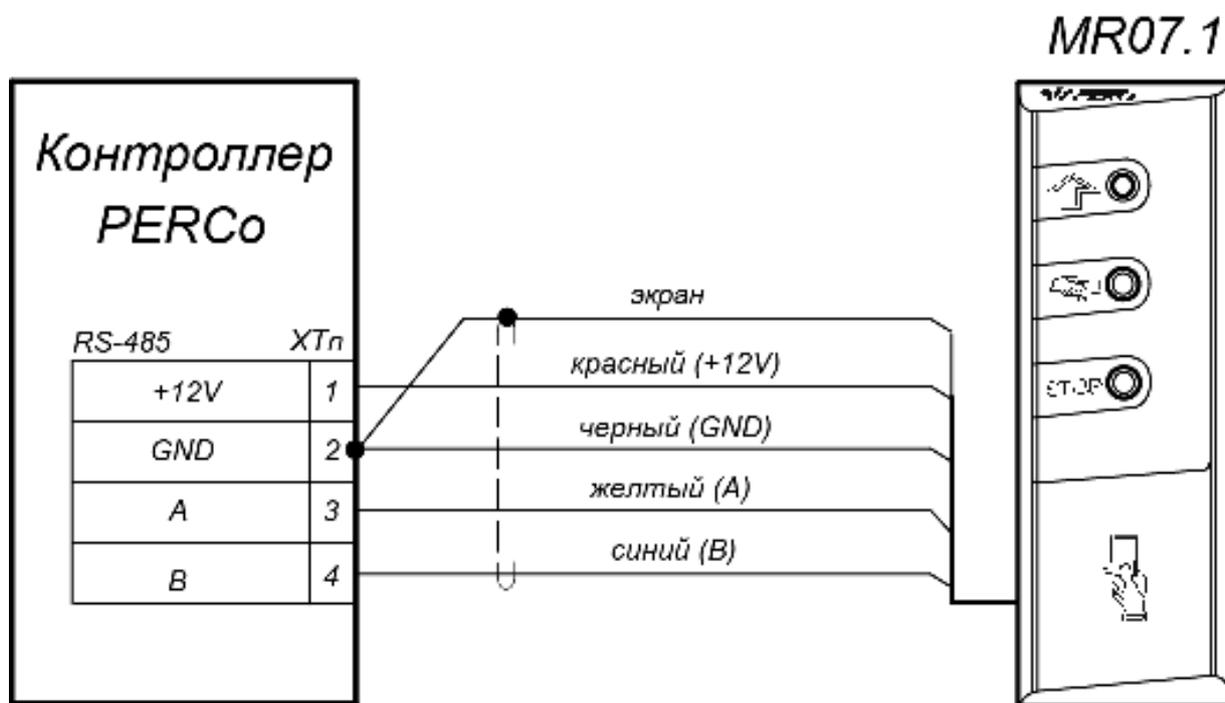

Рисунок 3. Схема подключения считывателя к контроллеру PERCo
Индикаторы считывателя предназначены для отражения событий и состояний считывателя и контроллера СКУД. Управление индикацией считывателя контроллером СКУД осуществляется командами по интерфейсу RS-485 (схему подключения см. на рис. 3).
- Проложите кабель, закрепите его и подключите к контроллеру СКУД (схему подключения смотри на рис. 3 и в руководстве по эксплуатации на соответствующий контроллер). Удлинение соединительного кабеля считывателя производится в